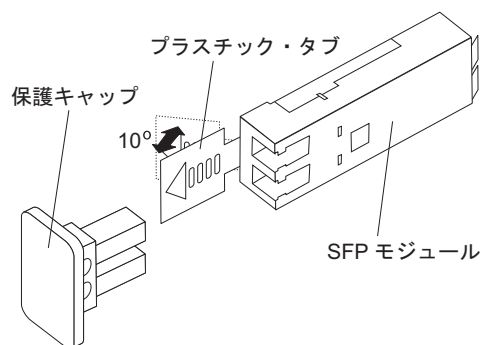

図 3-10. SFP モジュール・ラッチのアンロック - プラスチック・タブの場合
- ・プラスチック・タブが入っている SFP モジュールの場合は、図 3-10 に示すように、プラスチック・タブを引いて SFP モジュールのラッチをアンロックします。